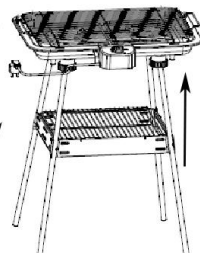

Fig.3
5. Apoiar o barbecue no pedestal fixando os pés na base conforme a Fig. 3.